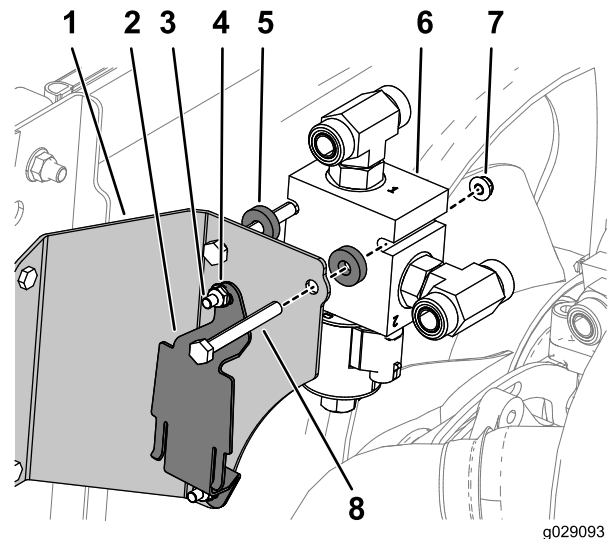

Figure 16
3. Fixez le support du réservoir de trop-plein du radiateur sur le collecteur au moyen de 2 boulons (1/4" x 3/4") et 2 écrous (1/4"), comme montré à la Figure 16.
5. Fixez le collecteur sur le support au moyen de 2 boulons (5/16 x 2 3/4"), 2 entretoises et 2 écrous, comme montré à la Figure 16.